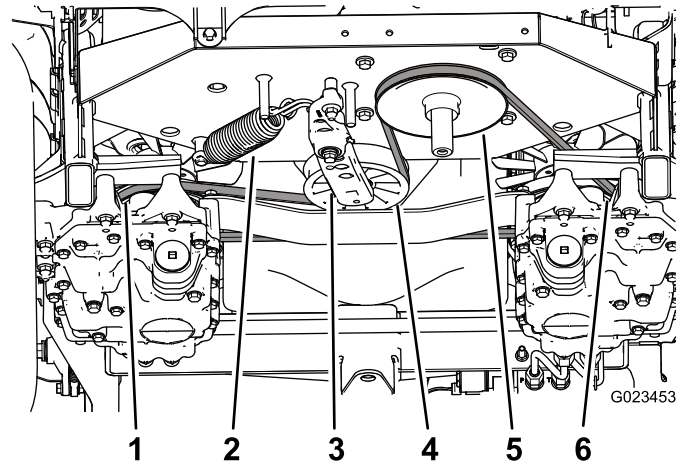

Figura 55
3. Presione con una llave de carraca en el orificio cuadrado del brazo tensor para contrarrestar el muelle tensor (Figura 55), y retire la correa de la polea tensora.
4. Desenganche el muelle tensor del brazo tensor y del bastidor (Figura 55).
9. Instale el muelle en el brazo tensor y en el bastidor (Figura 55).